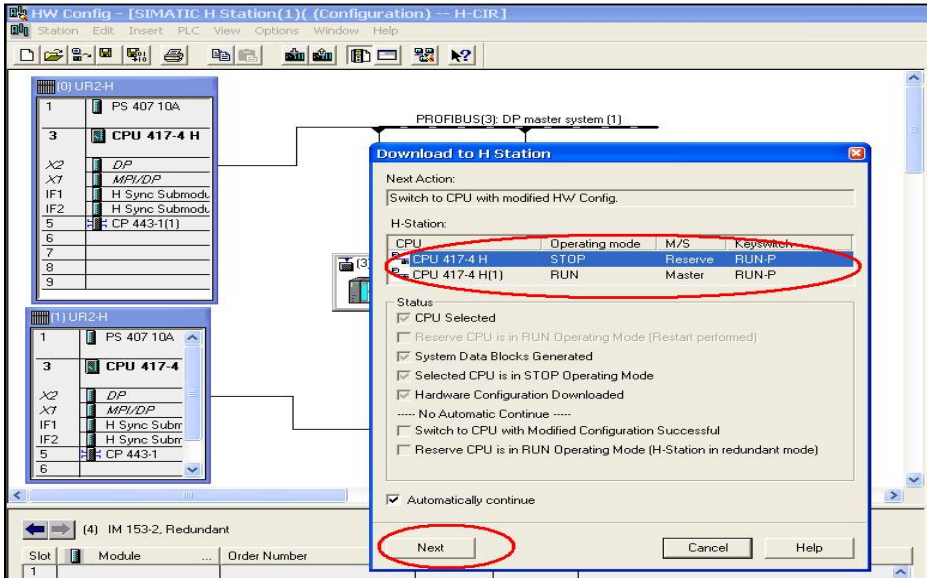

图 4-13 切换操作 (2)
(5) .选择的 S7-400H CPU 处于停机状态并完成硬件下载工作，如图 4-13 所示: